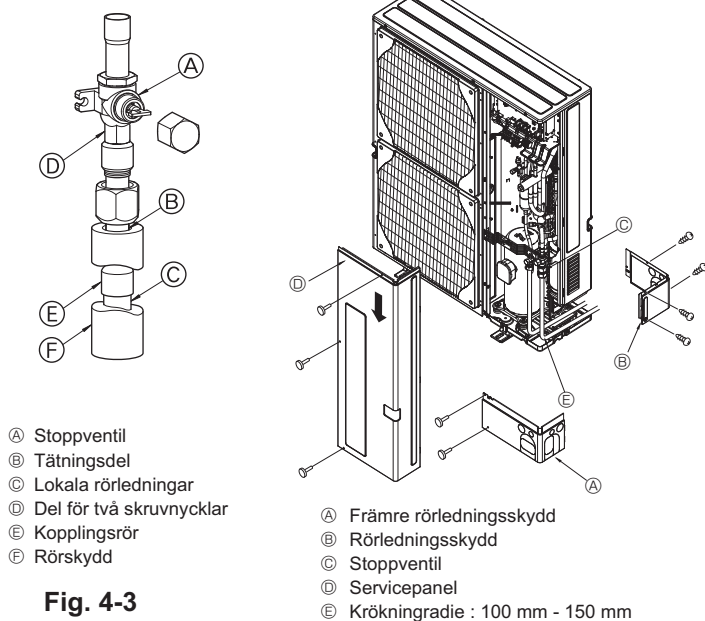

Fig. 4-3
- 3 Följ proceduren nedan när rör ansluts på gassidan. (Fig. 4-3) (SHW230)